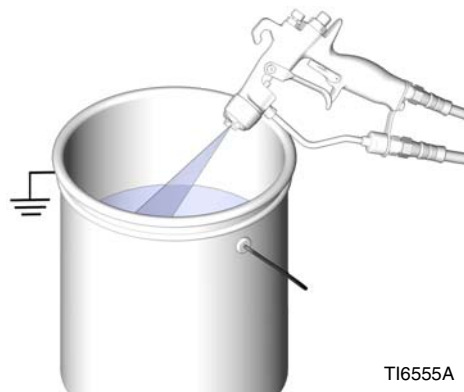

FIG. 11
5. Hold en metaldel på pistolen godt fast mod en jordforbundet metalspand. Aktivér pistolen for at fjerne trykket. Se FIG. 11.